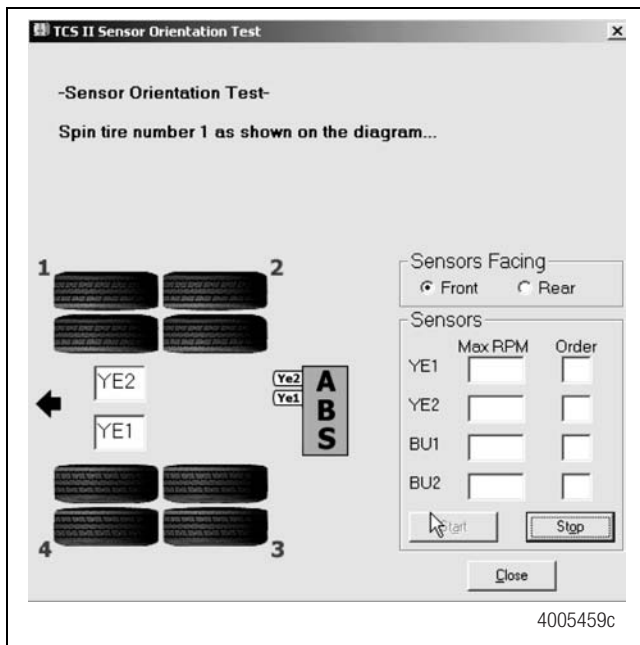

Figura 17
- Para comenzar la prueba haga clic en **“Start”** (Comenzar). Figura 17.